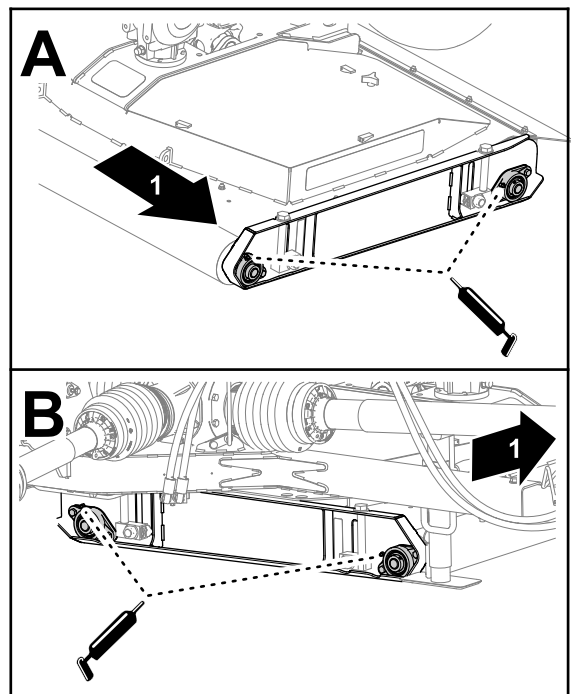

Figura 50
1. Aplique la grasa especificada en los cojinetes de los rodillos de la carcasa a la izquierda de la carcasa (Figura 50).
2. Engrase los cojinetes de los rodillos de la carcasa a la derecha de la carcasa (Figura 50).